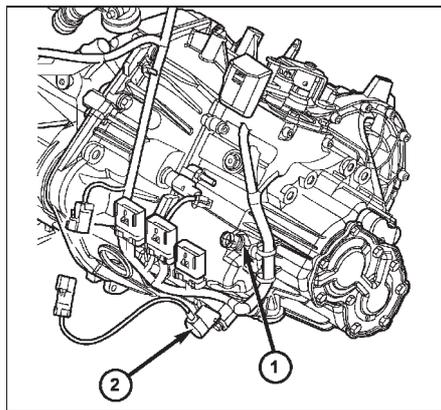

Рис. 24. Датчик скорости автомобиля и выключатель фонаря заднего хода. 1 - выключатель фонаря заднего хода, 2 - датчик скорости автомобиля.
(6) Отсоедините разъем выключателя фонаря заднего хода (рис. 24).
(7) Отсоедините разъем датчика скорости автомобиля (рис. 24).